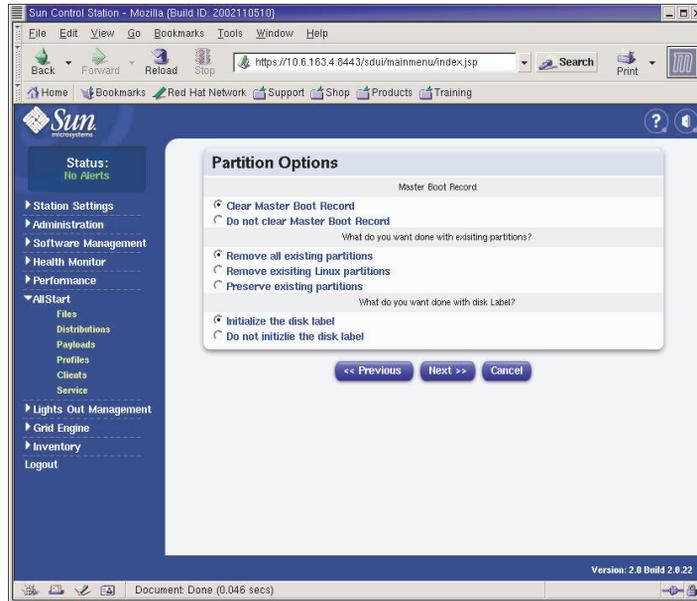

FIGURE 2-11 Fenêtre Partition Options (AllStart Profiles)
- c. Dans la fenêtre Partition Options, vérifiez que les options requises suivantes sont sélectionnées (voir l'exemple à la FIGURE 2-11). Ensuite, cliquez sur Next.